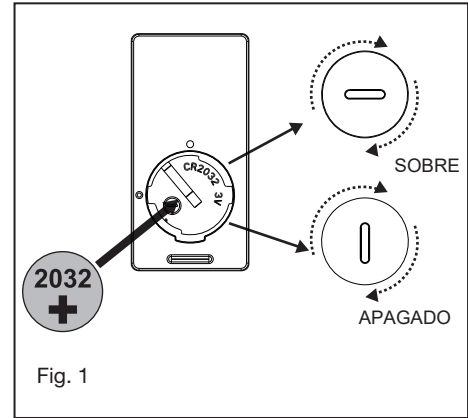

Fig. 1
- 1 Retire uno de los tres tornillos en el centro de montaje ubicado en el motor del ventilador. Afloje los otros 2 tornillos. (No quitar) (Fig. 1)
Su motor DC sin escobillas está equipado con un control remoto de tipo aprendido automáticamente. No hay interruptores de frecuencia en el receptor o transmisor. El ventilador puede comenzar a usarse una vez que finaliza el proceso de emparejamiento. Retire el panel del transmisor y luego instale una batería 2032 (incluida). Necesita usar una moneda para abrir o cerrar la tapa de la batería. Para evitar daños en el transmisor, retire la batería si no se usa durante largos periodos de tiempo (Fig.1)